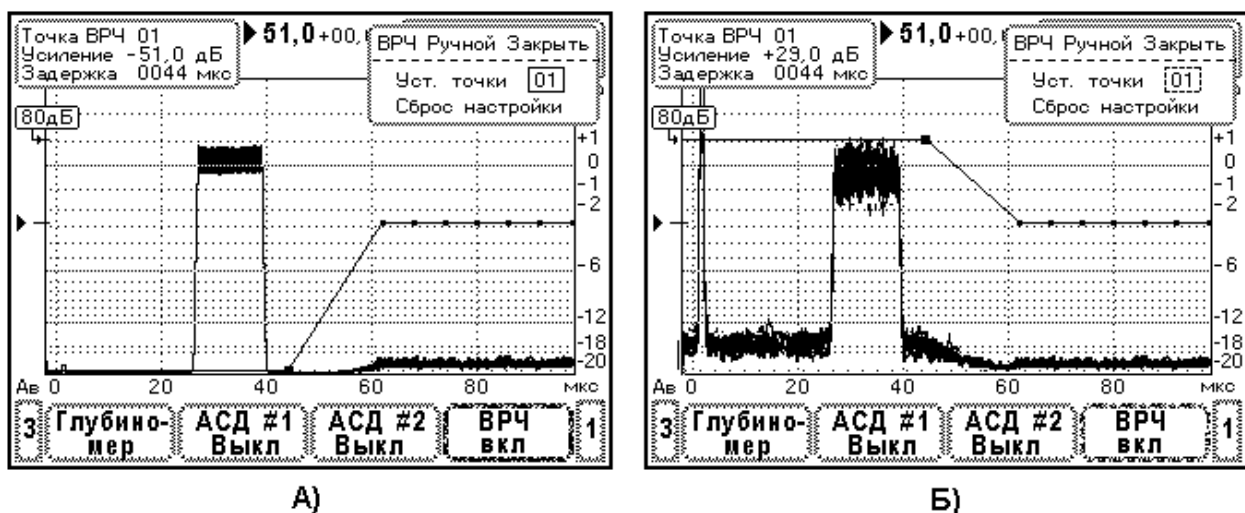

Рис.10.6.8.1. Вид тест-сигнала на экране дефектоскопа при определении динамического диапазона ВРЧ.
- Включите систему ВРЧ дефектоскопа. В меню «Настройка» - «ВРЧ» в верхнем элементе установите «ВКЛ», затем в нижнем элементе меню выберите стиль ВРЧ «Ручной» и перейдите в режим редактирования кривой ВРЧ. Вид меню показан на Рис.10.6.8.1. Далее удалите действующую настройку ВРЧ путем выбора элемента меню «Сброс настройки». В результате коррекция усиления во всех точках ВРЧ устанавливается в ноль. Точки ВРЧ группируются в пределах экрана прибора. Если необходимо, с помощью образцового аттенюатора проведите подстройку амплитуды тест-сигнала на уровень 0дБ по экрану.
- Определение нижней границы динамического диапазона ВРЧ. Выберите точку ВРЧ 01. Установите положение данной точки за тест-сигналом. Уменьшайте до предела усиление в точке ВРЧ 01. Затем, изменяя ослабление образцового аттенюатора, установите амплитуду тест-сигнала на уровень 0дБ по экрану. Вид экрана дефектоскопа после выполнения указанных операций представлен на Рис.10.6.8.1.А. Зафиксируйте ослабление образцового аттенюатора K_n [дБ].
- Определение верхней границы динамического диапазона ВРЧ. Увеличивайте до предела усиление в точке ВРЧ 01. Затем, изменяя ослабление образцового аттенюатора, установите амплитуду тест-сигнала на уровень 0дБ по экрану (Рис.10.6.8.1.Б). Зафиксируйте ослабление образцового аттенюатора K_v [дБ].